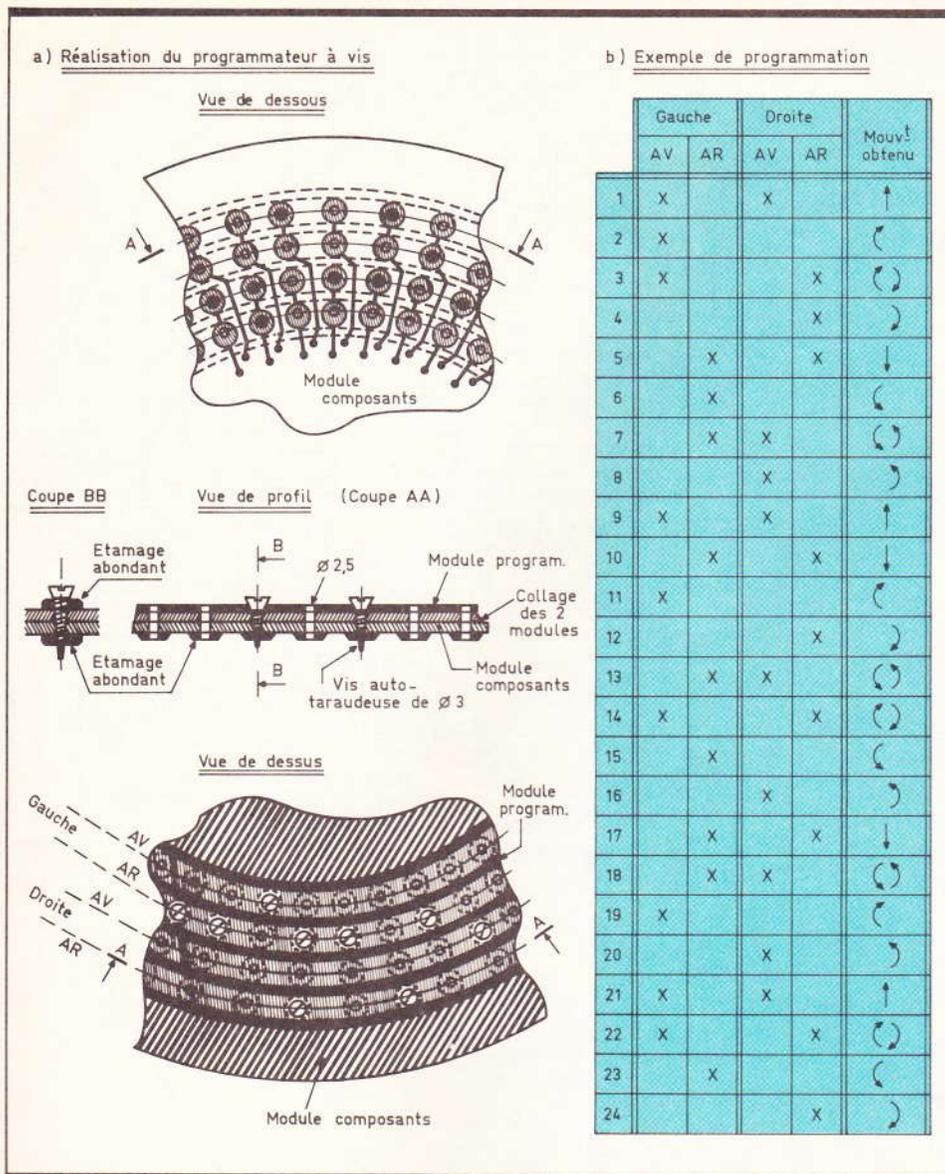

Fig. 10 Exemple de réalisation du programmeur à vis.
Lorsqu'on aura percé les trous de 0,8 des 96 pastilles de programmation, on posera par-dessus le module « composants » et, côté opposé au cuivre, le module « programmation » côté cuivre vers l'extérieur, et l'on fixera le tout, après un bon centrage, à l'aide d'un étau à main. Puis on percera les 96 trous du module « programmation » en se servant des trous du module « composants » comme référence. Par la suite, on étamera les diverses pistes des circuits imprimés. Les pastilles de programmation auront un étamage particulièrement abondant, qui va d'ailleurs « noyer » dans un premier temps les trous de 0,8 mm. On appliquera le même principe d'étamage aux quatre pistes du module « programmation ». Enfin, on percera tous les trous de programmation (côté époxy) à 2 mm de diamètre. Les trous du module « programmation » seront ensuite percés à l'aide d'un foret de 3,5 mm de diamètre, tandis que ceux du module « composants » seront percés à 2,5 mm de diamètre. A l'aide d'une vis autotaraudeuse de 3 mm de diamètre, on peut alors réaliser le filetage des 96 trous correspondant aux pastilles de programmation du module « composants » (voir aussi fig. 10).
c) Programmation et réglages (fig. 10)
Bien entendu, et ainsi que nous l'avons déjà vu au chapitre précédent, il est interdit de placer deux vis sur deux canaux de même nom de côté (gauche ou droit). Le tableau « b » de la figure 10 représente un exemple de programmation possible, mais nos amis lecteurs trouveront sans aucun doute d'autres schémas d'évolution de leur soucoupe volante.